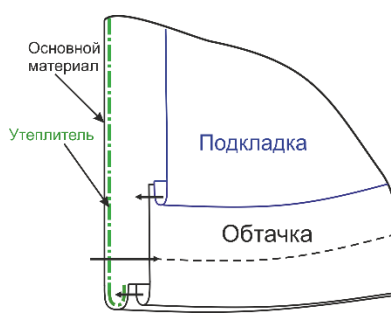

Рис. 4
46. Обработайте нижние срезы полочки, спинки и рукавов обтачками так, как показано на рис. 4.